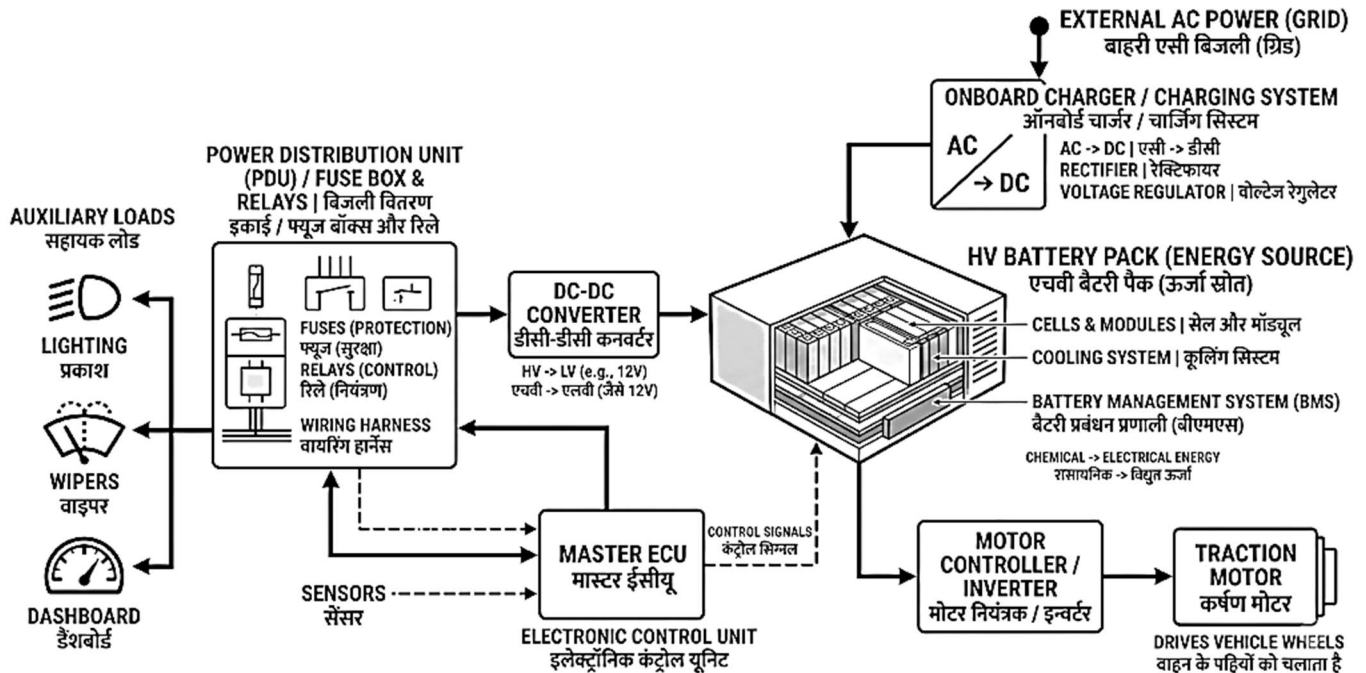

Fig. 7.3: Automobile Electrical System EV Architecture | ऑटोमोबाइल इलेक्ट्रिकल सिस्टम ईवी आर्किटेक्चर
7.3.1 Energy Source (Battery System) (Fig. 7.3)
7.3.1 ऊर्जा स्रोत (बैटरी प्रणाली) (Fig. 7.3)